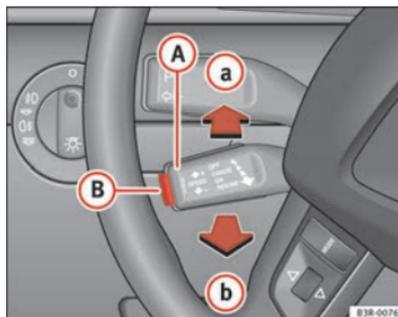

Fig. 141 Comandos do regulador de velocidade
- desloque a alavanca **(A)** ⇒ página 181, fig. 141 até à posição **(a)** (sem encaixar).